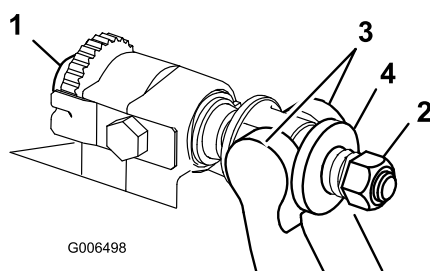

Figure 26
1. Tournez les vis de réglage de la barre d'appui dans le sens anti-horaire pour éloigner la contre-lame du cylindre (Figure 26).
2. Faites sortir l'écrou de tension du ressort jusqu'à ce que la rondelle ne soit plus tendue contre la barre d'appui (Figure 26).